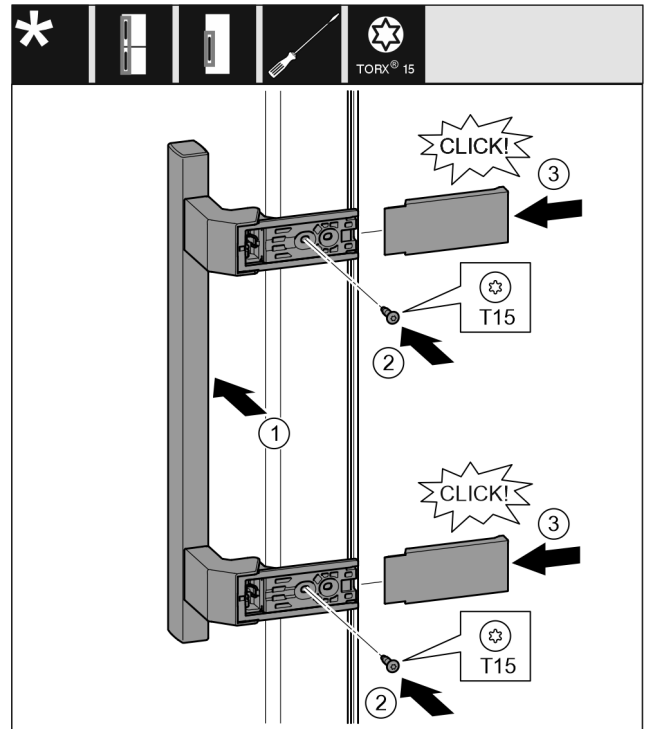

Fig. 38
- ▶ Griff auf der Gegenseite ansetzen. Fig. 38 (1)
- ▶ Schrauben mit Schraubendreher T15 festschrauben. Fig. 38 (2)
- ▶ Abdeckungen seitlich ansetzen und aufschieben. Fig. 38 (3)